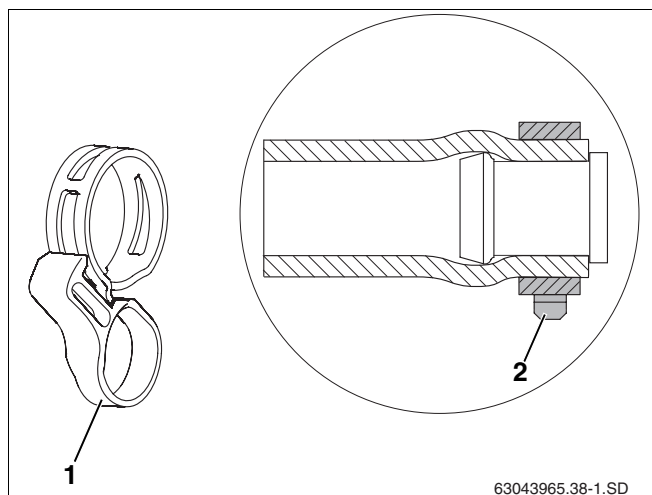

Fig. 17 Abrazadera con anillo tensor montada sobre el tapón ciego previamente montado
- Es imprescindible garantizar la correcta posición de la abrazadera (fig. 17, **pos. 2**) antes de retirar el anillo tensor (fig. 17, **pos. 1**). La tensión puede verse afectada si se suelta posteriormente con un alicate.